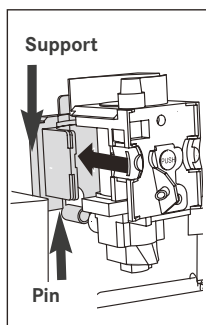

Abb. 42
- Setzen Sie die Brühgruppe (A5) nach der Reinigung wieder ein. Schieben Sie sie dazu auf die Halterung und den Stift unten im Geräteinneren und drücken Sie dann auf PUSH, bis sie mit einem Klicken einrastet (Abb. 42).